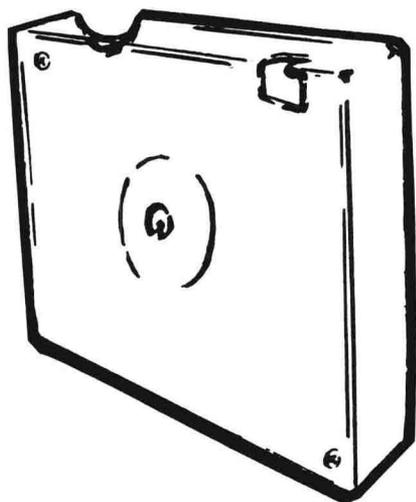

图 2
2. 单轴盒式 (见图2): (Cartridge 或 Magazine)